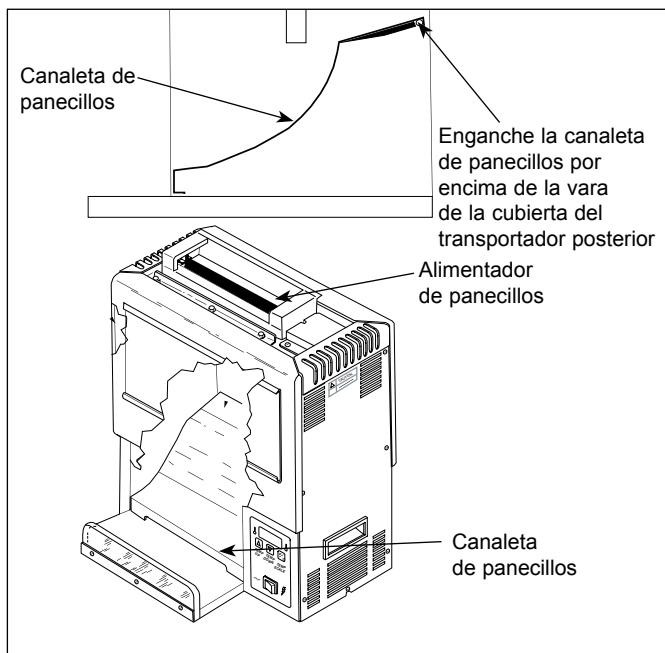

Figura 1. Instalación de la canaleta de panecillos
- Canaleta de panecillos (Figura 1)
- Alimentador de panecillos (Figura 1)
1. Instale la canaleta de panecillos (Figura 1).